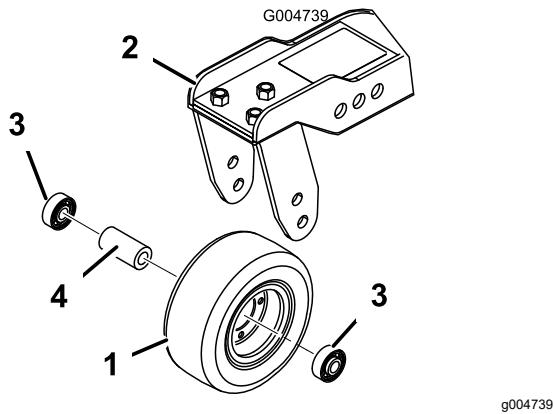

Figura 124
1. Retire a porca de bloqueio do parafuso que fixa o conjunto da roda giratória entre a forquilha da roda giratória (Figura 123) ou o braço articulado da roda giratória (Figura 124).
2. Retire o rolamento do cubo da roda e deixe cair o espaçador do rolamento para fora (Figura 123 e Figura 124).